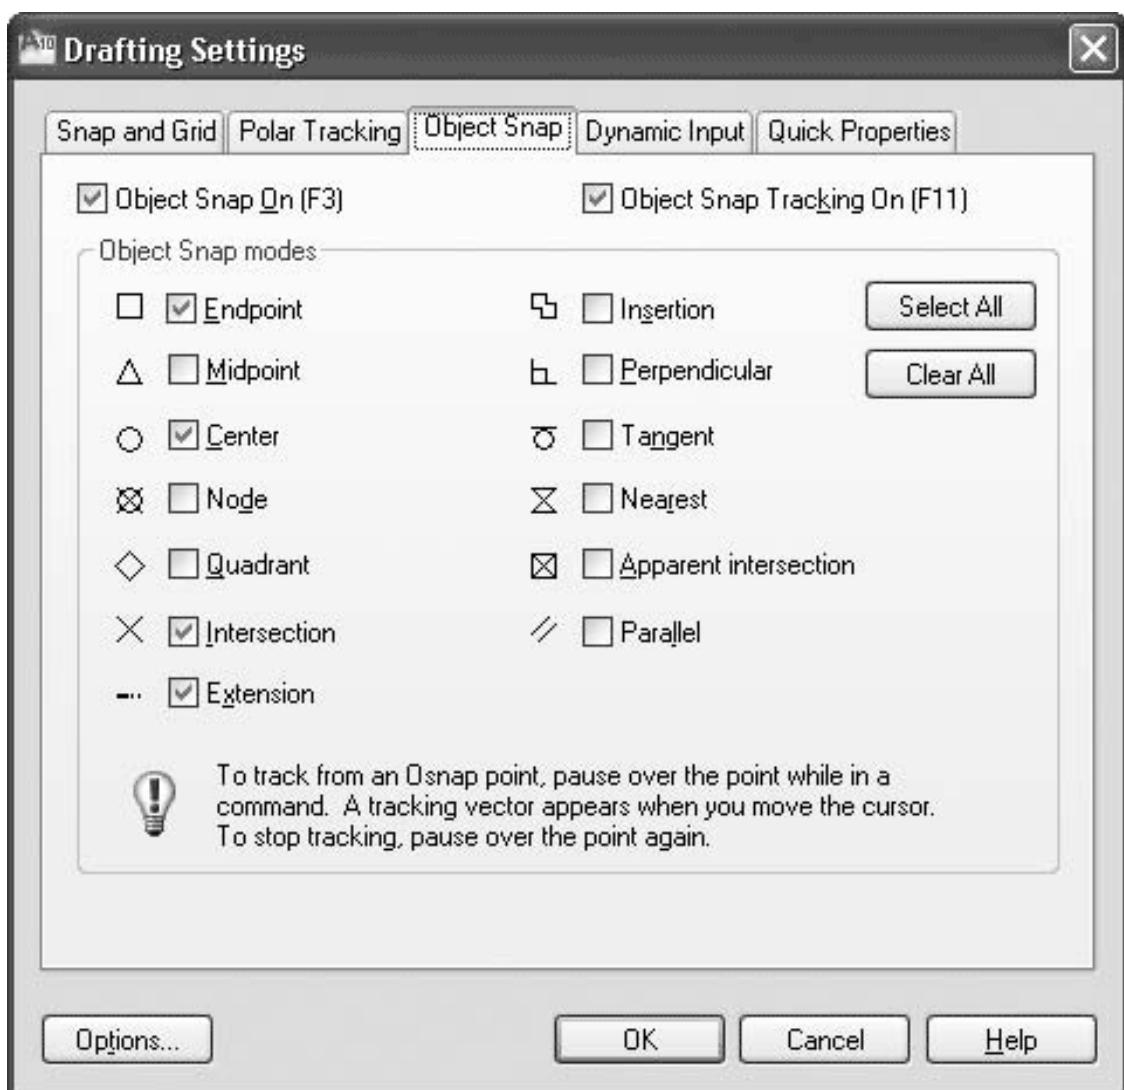

Рис. 2.10. Окно настройки объектной привязки
Чтобы использовать режим объектной привязки максимально эффективно, его желательно настроить в соответствии со своими потребностями. Включить, отключить и настроить объектную привязку можно на соответствующей вкладке диалогового окна **Drafting Settings** (Режимы рисования) (рис. 2.10), которое появляется после выполнения команды **Tools → Drafting Settings** (Сервис → Режимы рисования). На этой вкладке окно можно открыть, выбрав пункт **Settings** (Настройки) в контекстном меню, которое появляется после щелчка правой кнопкой мыши на кнопке **Object Snap** (Объектная привязка)
2. Щелкните правой кнопкой мыши на кнопке **Object Snap** (Объектная привязка) в строке состояния и выберите в появившемся меню пункт **Settings** (Настройки), чтобы вызвать диалоговое окно **Drafting Settings** (Режимы рисования) (см. рис. 2.10). Проследите за тем, чтобы был установлен флажок **Endpoint** (Конечная точка) и снят флажок **Midpoint** (Середина).
Чтобы включить режим отслеживания объектной привязки, необходимо нажать кнопки **Object Snap** (Объектная привязка) и **Object Snap Tracking** (Объектное отслеживание) в строке состояния. Настройка отслеживания объектной привязки выполняется в диалоговом окне **Drafting Settings** (Режимы рисования) (см. рис. 2.10).